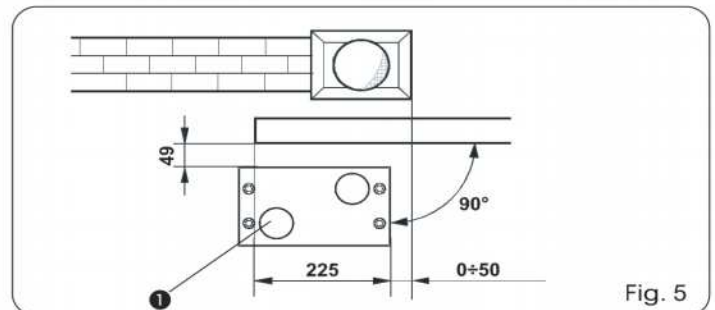
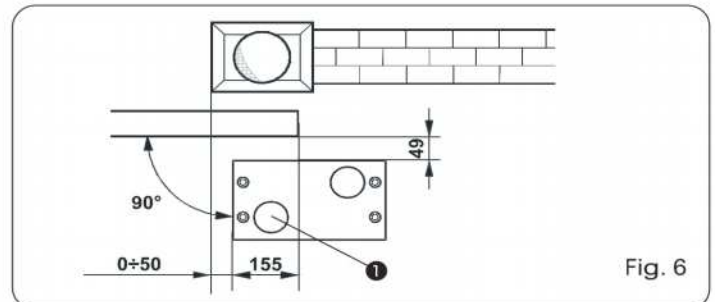

Fig. 5
Fig. 6
- 2) La placa de cimentación debe colocarse como muestra la Fig.5 (cierre derecho) o Fig.6 (cierre izquierdo) para garantizar el correcto engranaje entre el piñón y la cremallera.